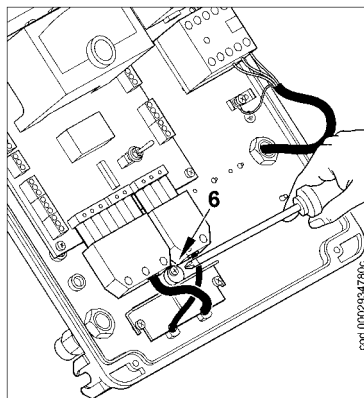

Figure 3
3) Repositionner la plaquette de serrage des câbles comme indiqué sur la figure 3. Tourner l'excentrique (6) de façon que la plaquette exerce une pression adéquate sur les deux câbles puis serrer les vis qui fixent la plaquette. Enfin, relier les deux fiches à 7 et à 4 pôles.